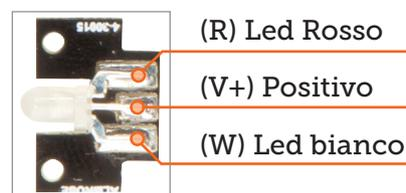

figura 4
10. I ponticelli JP1/JP2 determinano il funzionamento delle luci rosse di marcia. Nella posizione di default è previsto il funzionamento della sola luce bianca (luci rosse disattivate). Per questione di spazio questi ponticelli sono realizzati direttamente su PCB e vanno chiusi ponendo, con il saldatore, una minuscola pallina di stagno tra i contatti che si vogliono chiudere. (vedi figura 4/5)